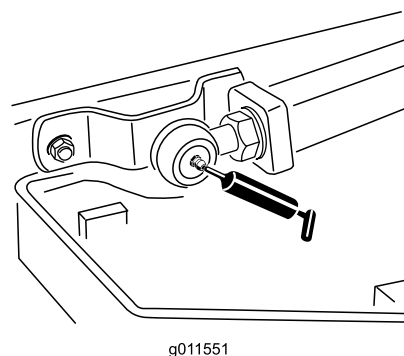

Figura 83
- Duas rótulas de elevação da barra de ligação (Figura 83)